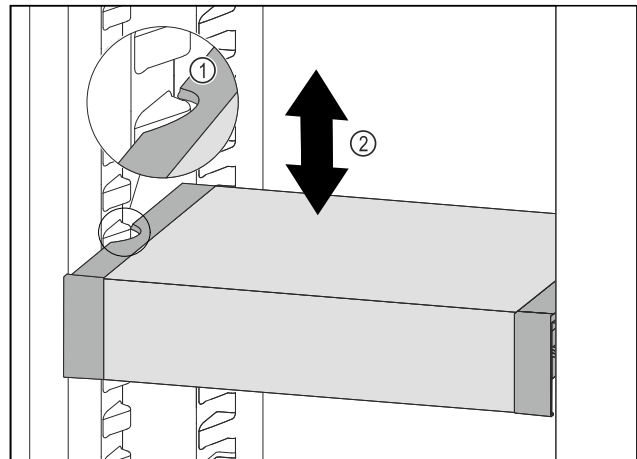

Fig. 49
- Tirer le VarioSafe vers l'avant jusqu'à ce que les encoches latérales du VarioSafe soient à la hauteur de la nervure du bac dans la partie réfrigérateur. Fig. 49 (1)
- Déplacer le VarioSafe vers le haut ou vers le bas dans la partie réfrigérateur jusqu'à ce que la hauteur souhaitée soit atteinte. Fig. 49 (2)